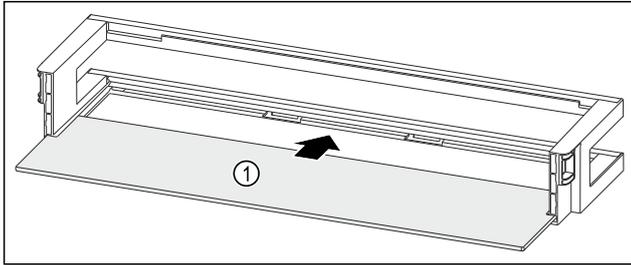

Fig. 52 Türabsteller mit Abstellfläche
- ▶ Abstellfläche Fig. 52 (1) in die seitlichen Einsparungen einschieben.